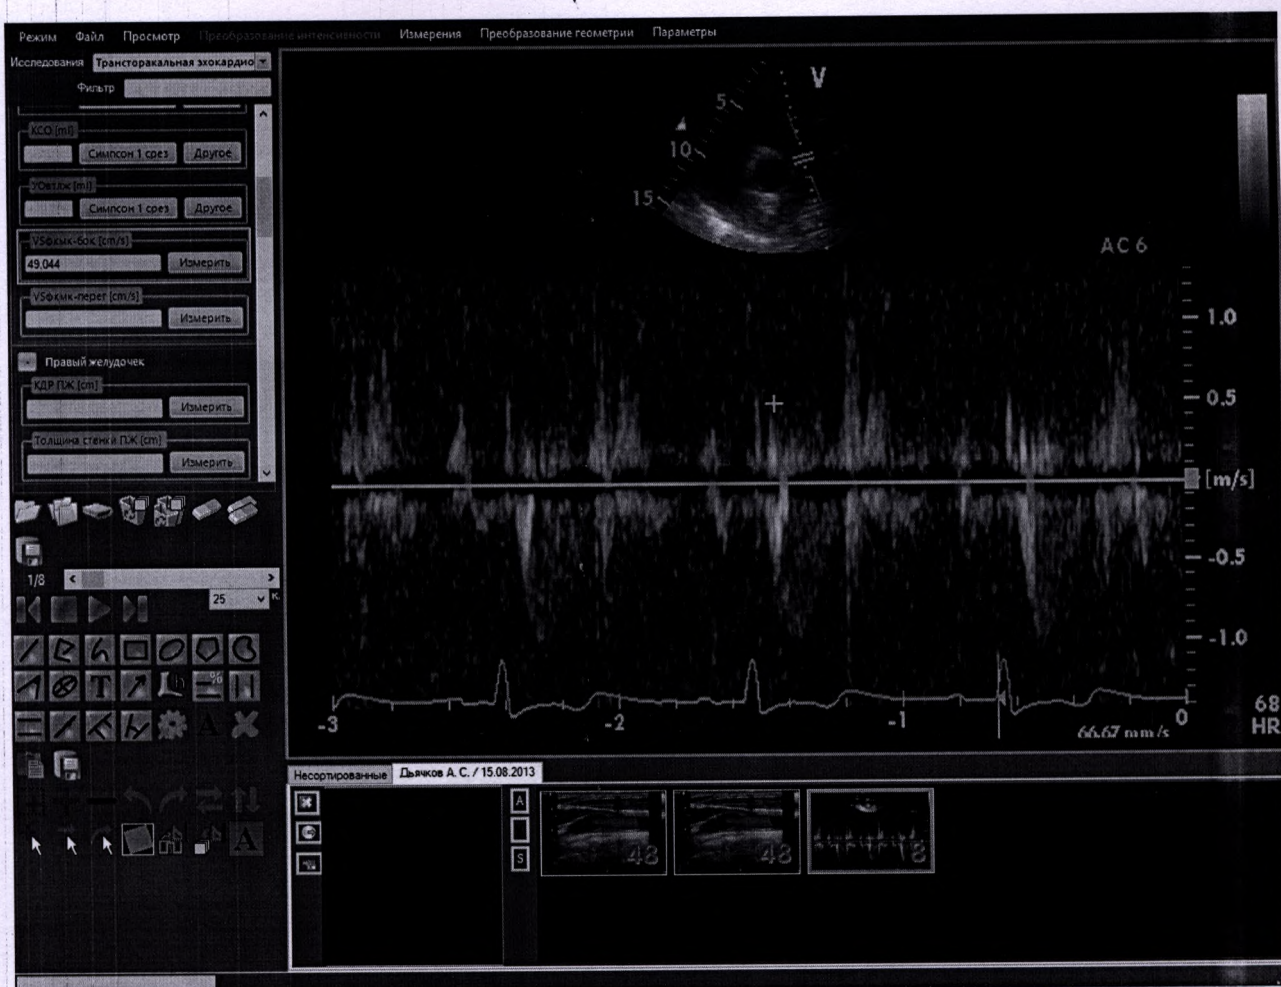

Рисунок 3.18 - Измерение скорости с помощью внесения отметки (зеленый крестик) на изображение
- Для измерения скорости и градиента давления нужно отметить на изображении точку (рисунок 3.18).